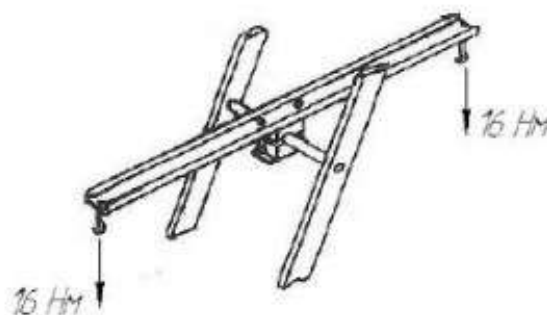

Рисунок 2
6.3.1. Прочность заделки ступенек лестницы путем нагружения каждой ступеньки знакопеременным крутящим моментом величиной  $16 \pm 1$  Нм относительно её продольной оси в течение 10 с в каждом направлении (рисунок 2). Проворачивание ступенек не допускается.